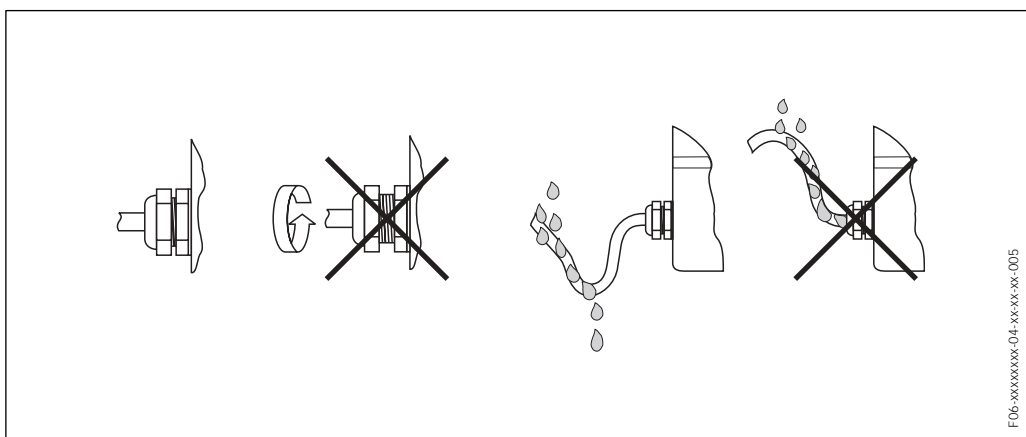

Fig. 40 : Conseils de montage pour les entrées de câble
- Bien serrer l'entrée de câble (fig. 40).
- Poser le câble en boucle devant l'entrée de câble (type "siphon" fig. 40). L'humidité éventuelle ne pourra ainsi pas pénétrer via la traversée. En outre, implanter l'appareil de mesure de manière à ce que les entrées de câble ne soient pas orientées vers le haut.